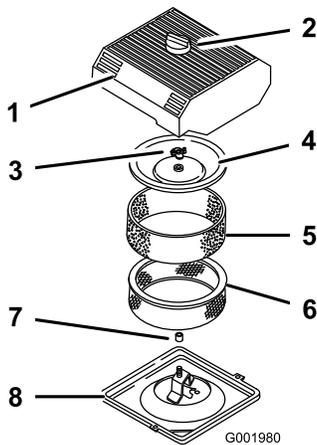

図 46
3. エアクリーナを外したときエンジン内部に異物が入らないよう、周辺をきれいに拭く(図 46)。
4. エア・クリーナのカバーのノブをゆるめてカバーを外す(図 46)。
5. ペーパー・エレメントからスポンジ・エレメントを注意深く取り外す(図 46)。
6. カバー・ナットを外し、カバーとペーパー・エレメントを外す(図 46)。
1. ペーパー・エレメントにスポンジ・エレメントを注意深く取り付ける(図 46)。
3. カバー・ナットを取り付けて指締めする(図 46)。
4. エア・クリーナのカバーとノブを元通りに取り付ける(図 46)。